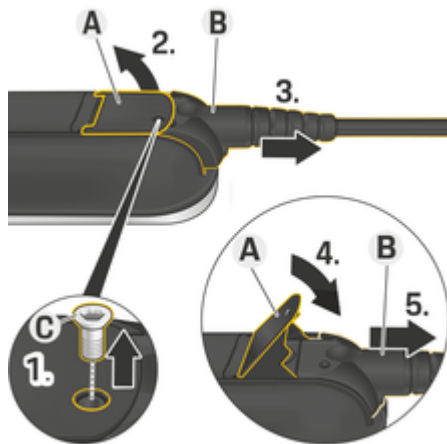

Рис. 68 Виймання кабелю
- 1. Відкрутіть гвинт **С** (Рис. 68) за допомогою відповідного інструмента.
- 2. Підніміть кришку **А** (Рис. 68).
- 3. Витягніть штекер **В** (Рис. 68) до першого упору.